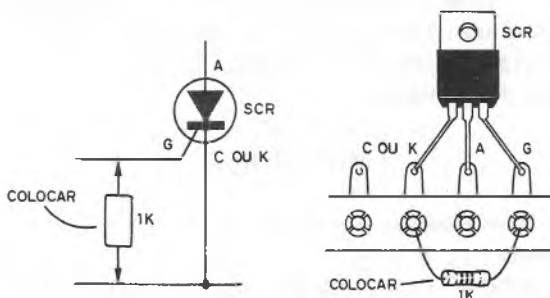

figura 1
Para "corrigir" esta anormalidade o procedimento é o mostrado na figura 1, consistindo na ligação de um resistor de 1k x 1/8W entre o catodo (K) e a comporta (G).